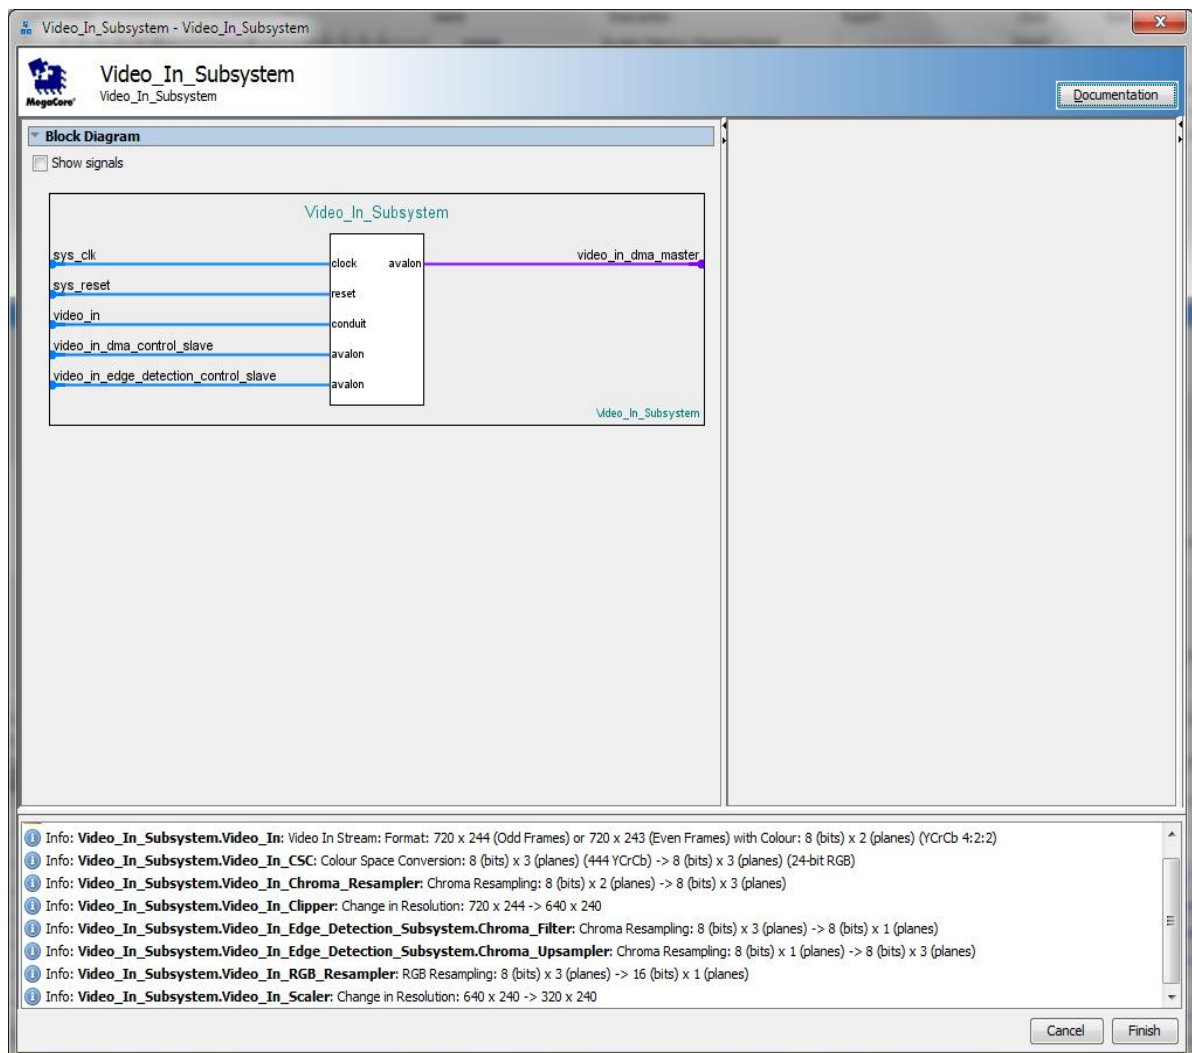

Рис. 78. Вікно налаштувань компоненту Video_In_Subsystem
9. Оберіть компонент **Video_In_Subsystem** та відкрийте його для редагування (рис. 78).